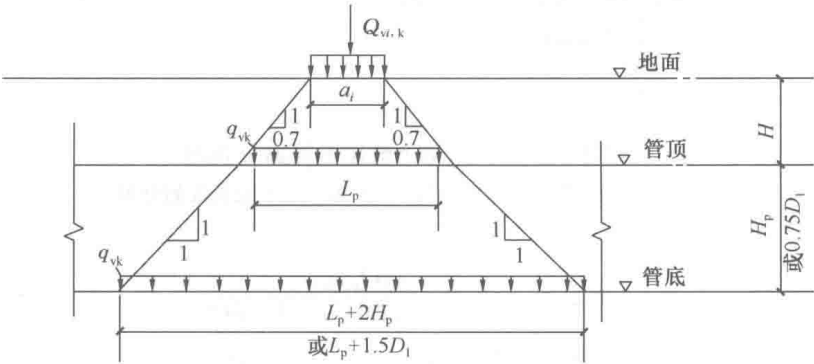

图 1-1-2 (3) 考虑结构整体作用时
3) 当刚性管道为整体式结构时, 地面车辆荷载的影响应考虑结构的整体作用, 此时作用在管道上的竖向压力标准值可按下式计算 (图 1-1-2 (3)):